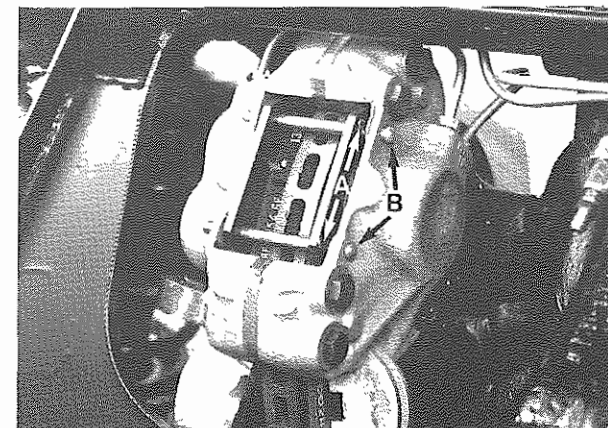

Fig. 13 - A - Fermi Retainers
- Rimuovere i fermi ed estrarre i due perni di **Fig. 13**.
- Remove retainers and withdraw the two pins **Fig. 13**.